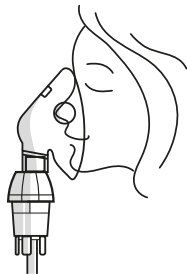

Рисунок 10
- Для проведения ингаляции сразу на все участки дыхательных путей используйте маски (рисунок 10).